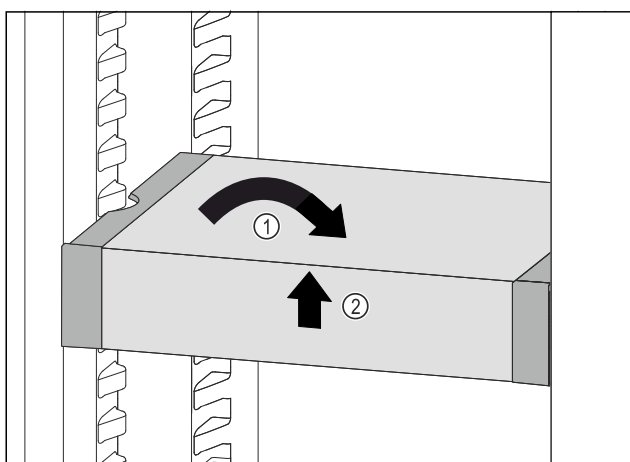

Fig. 103
- ▶ Placer VarioSafe lige. Fig. 103 (1)
- ▶ Løft VarioSafe op foran. Fig. 103 (2)